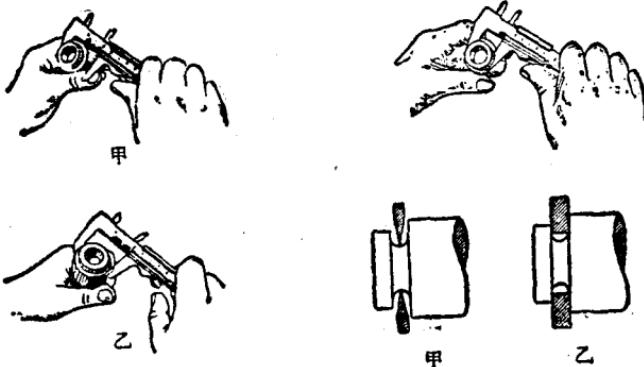

图11 测量外径尺寸的正誤方法。 图12 测量沟槽的正誤方法。
1) 用量爪的平表面来进行测量外部尺寸是正确的（如图11甲）。
2) 用量爪的端部测量刃来测量外部尺寸是不正确的（如图11乙）。这样的测量方法，会使量具过早地磨损，容易使工件和量爪的测量面接触不良，并引起歪斜，影响测量结果；在施加压力后，由于卡尺内部间隙的关系，造成量爪歪斜，甚至引起量爪的端部弯曲变形，使所测量的尺寸发生误差。